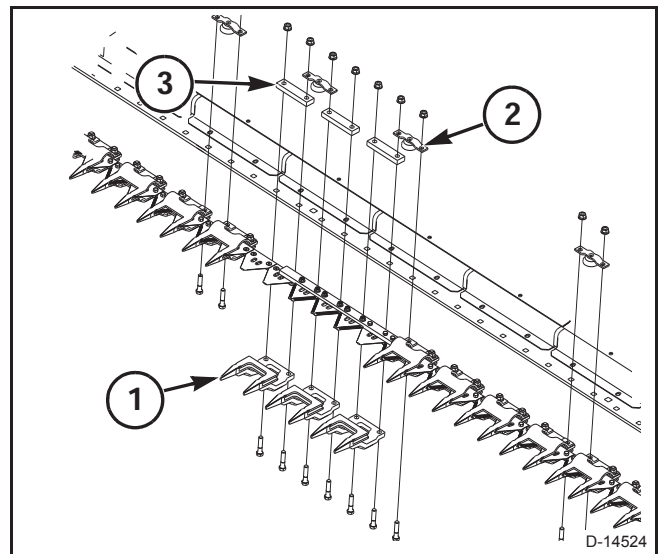

FIG. 54
FIG. 54: Para remover las protecciones (1), retire los tornillos hexagonales de 3/8-16, tuercas de brida, y conjunto de los rodillos (2). Con una palanca, mueva suavemente la protección hacia adelante hasta que se deslice hacia afuera del espaciador (3).